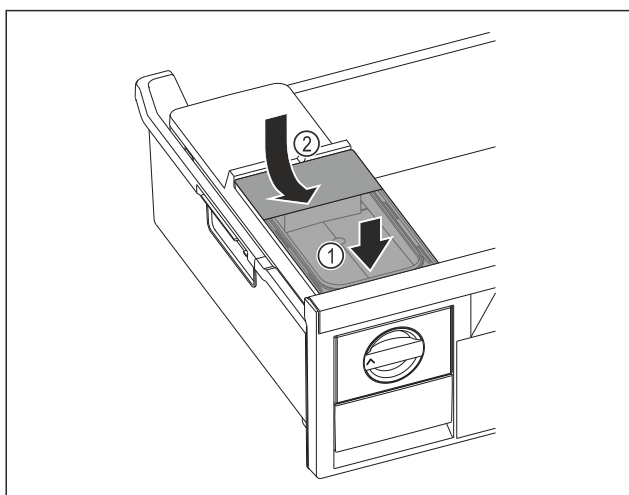

Fig. 157
- ▶ Watertank aan de voorkant plaatsen. Fig. 157 (1)
- ▶ Watertank aan de achterkant laten zakken. Fig. 157 (2)